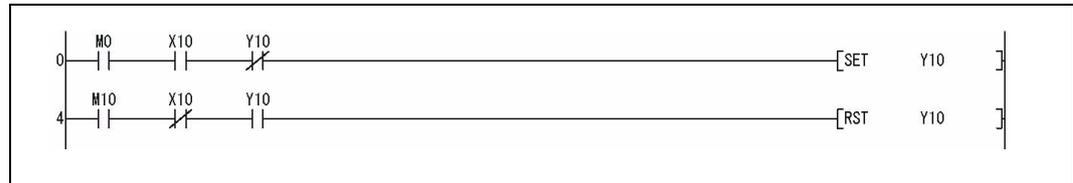

Abb. 7-23: Programmbeispiel für das unmittelbare Setzen und Rücksetzen des Ausgangs Y10 durch einen externen Eingang
- ❶ Die Bedingung, die in Abb. 7-23 den Ausgang Y10 setzt, schaltet den Merker M1 durch die PLS-Anweisung für einen Programmzyklus ein. Da die SET-Anweisung vor dieser PLS-Anweisung programmiert ist, wird Y10 nach dem Einschalten von M1 erst im nächsten Programmzyklus gesetzt.
- ❷ Die Bedingung, die in Abb. 7-23 den Ausgang Y10 zurücksetzt, schaltet den Merker M11 durch die PLS-Anweisung für einen Programmzyklus ein. Da die RST-Anweisung vor dieser PLS-Anweisung programmiert ist, wird Y10 erst im folgenden Programmzyklus zurückgesetzt.